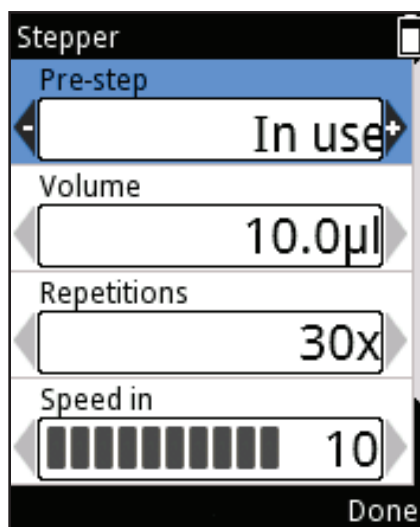

Figura D23.
6. La pre-fase è una fase di dispensazione aggiuntiva che può migliorare i risultati quando si usano determinati liquidi. L'impostazione predefinita per la pre-fase è "In use" (In uso), ma può essere modificata in "Not in use" (Non in uso). Scorrere fino a **Pre-step** e modificare l'impostazione usando ,  (Figura D23).